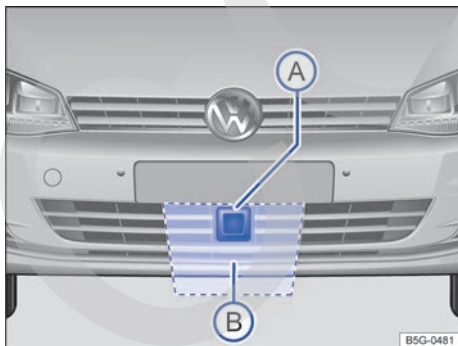

Fig. 138 En el paragolpes delantero: sensor de radar (A) y zona que hay que dejar libre alrededor del sensor de radar (B).
En el paragolpes delantero va montado un sensor de radar para captar la situación del tráfico → fig. 138 (A). Este sensor permite detectar vehículos que circulen por delante a una distancia de hasta 120 m aprox.
La zona situada delante y alrededor del sensor de radar → fig. 138 (B) no se deberá cubrir nunca con adhesivos, faros adicionales, marcos embelecadores para la matrícula ni similares, pues esto podría perjudicar el funcionamiento del Front Assist.